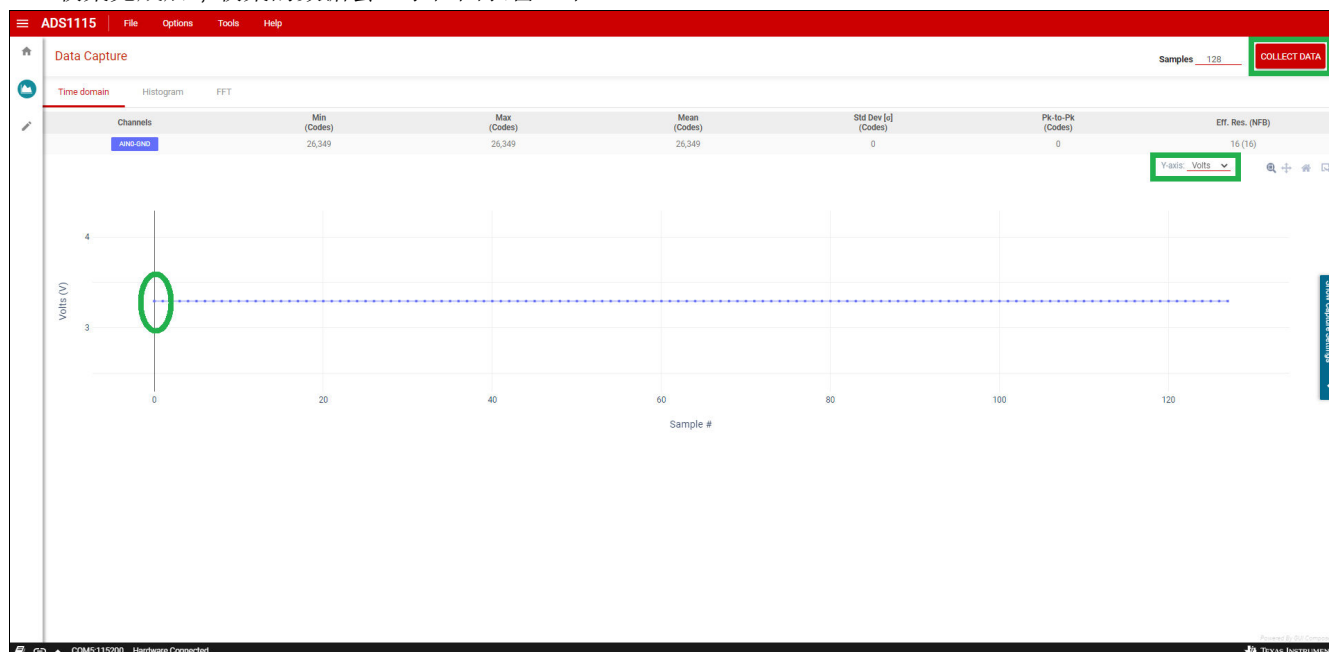

图 2-4. 数据采集
| 图 2-4. 数据采集                                    | 7  |
4. 从图表窗口中为 **Y-axis** (Y 轴) 下拉菜单选择 **Volts**。请参阅图 2-4。